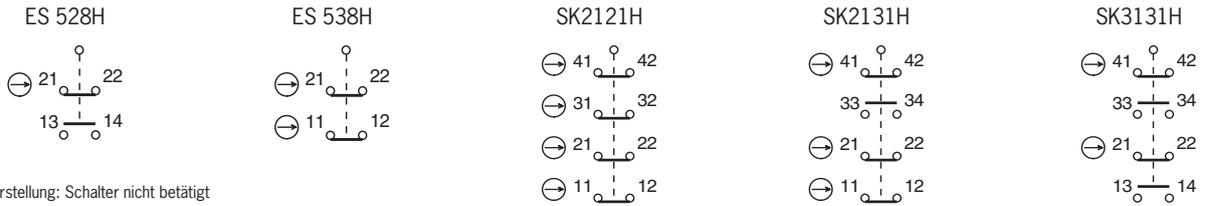

Bild 3: Kontaktbelegung der Schaltelemente
Es muss mindestens ein Kontakt (⊖) verwendet werden. Dieser signalisiert den Zustand der Zuhaltung (Kontaktbelegung siehe Bild 3).
2. Anschließen und Klemmen mit 0,5 Nm anziehen (Kontaktbelegung siehe Bild 3).